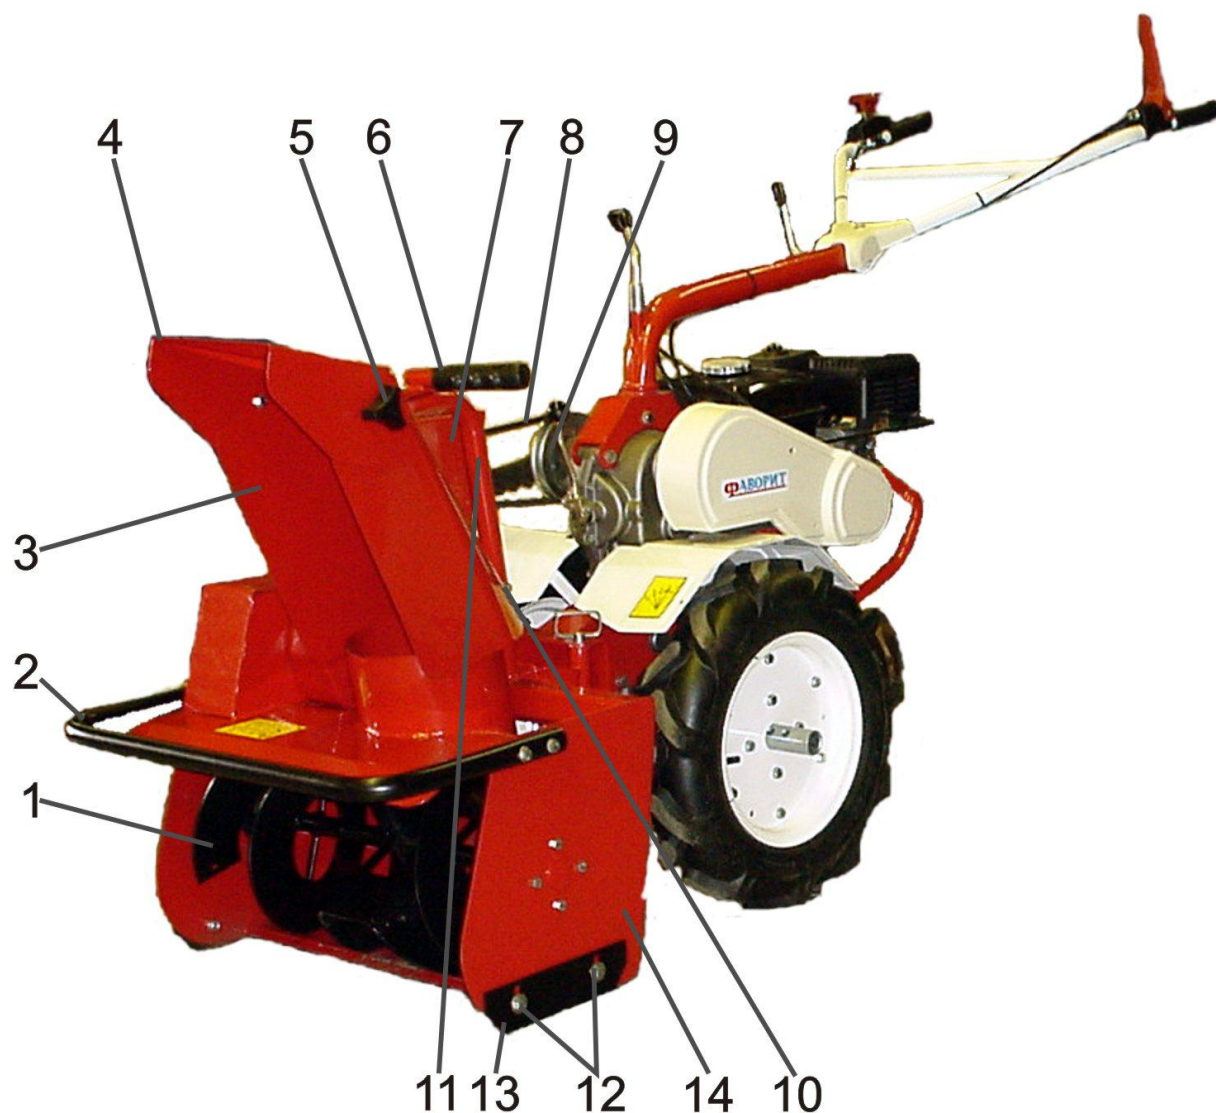
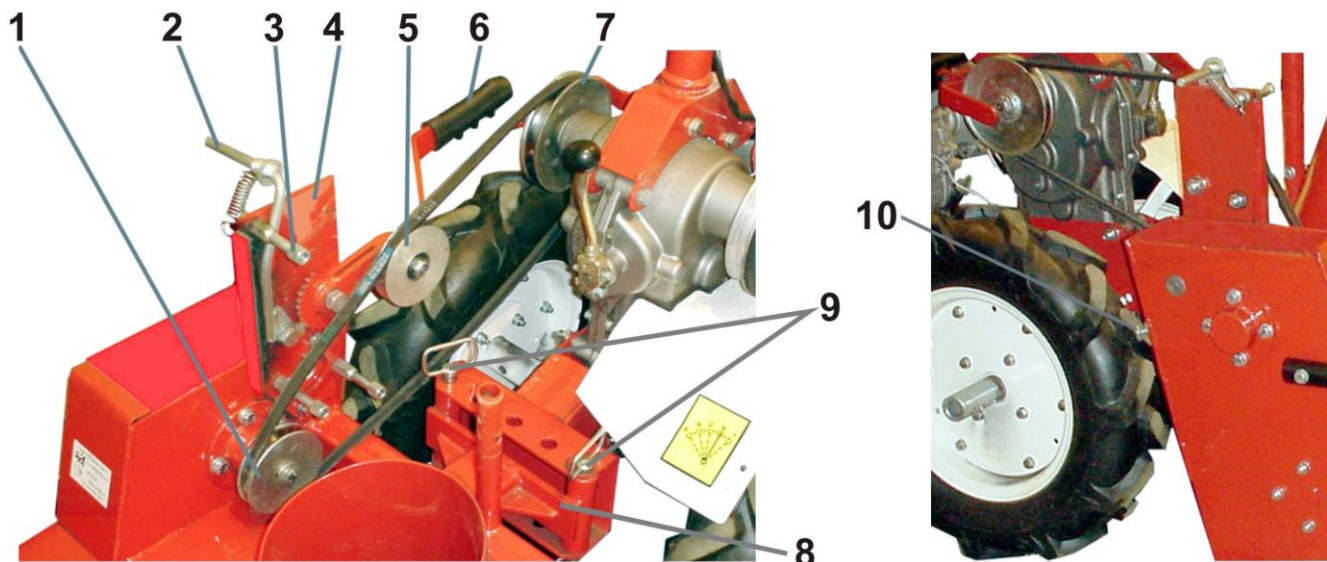
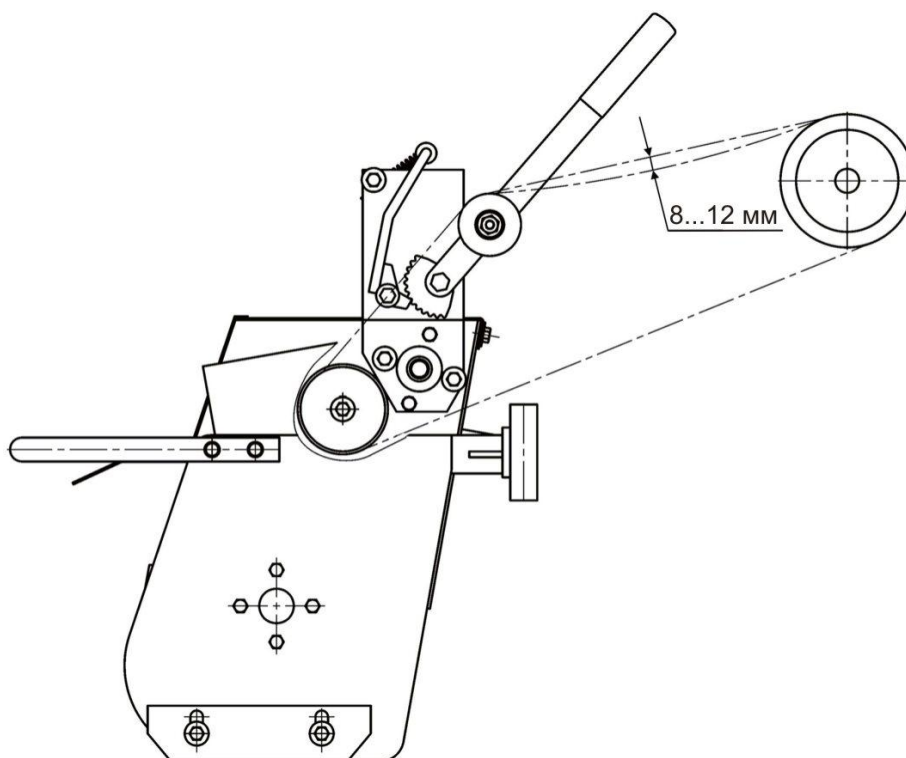
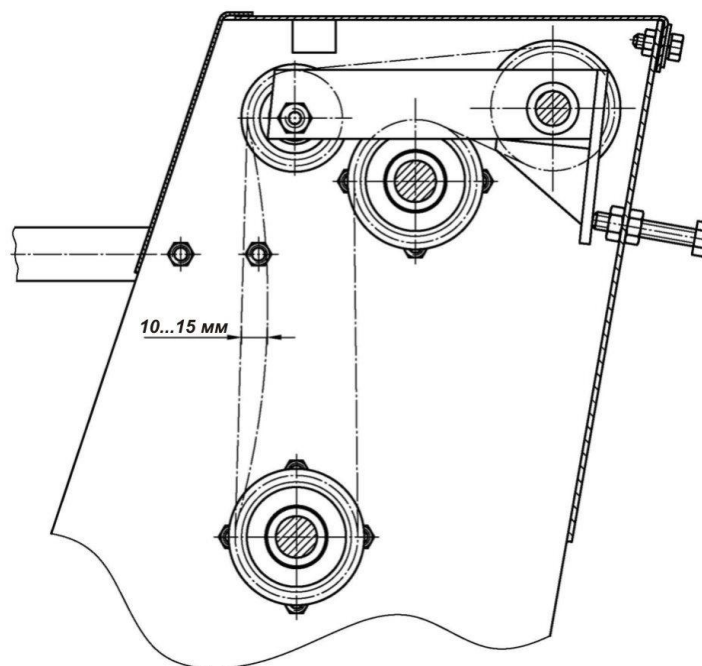

Рис. 1. Снегоуборщик мотоблочный СМ-1.
Рис. 3. Привод снегоуборщика мотоблочного СМ-1
Рис. 4. Схема регулирования натяжения ремня
Рис. 5. Схема регулировки натяжения цепи.
2. Установить экран с козырьком и стойкой, для этого стойку экрана 11 (рис.1) устанавливают на опору, расположенную в зоне прицепного узла на корпусе, и фиксируют болтовым соединением 10 (рис.1);
4. Присоединить снегоуборщик к мотоблоку, вставив сцепку 8 (рис. 3) в прицепную скобу мотоблока и зафиксировать через отверстия двумя шкворнями из комплекта мотоблока, при этом следует обеспечить зазор между ручкой шкворня поз.9 (рис. 3) и приводным ремнем. В процессе работы контролируйте положение ручки шкворня.
6. Установить на стойки 3 (рис. 3) и присоединить болтами кожух 7(рис. 1);
7. Поднять рычаг натяжки ремня 6 (рис. 3) в рабочее положение тем самым обеспечить необходимое натяжение ремня. Прогиб ремня на середине участка ведущей ветви при нажатии от усилия руки должен быть не более 8...12 мм (рис.4). Установить доработанное защитное закрытие шкива на мотоблок.
Через каждые 5 часов необходимо производить регулировку натяжения цепи с помощью регулировочного болта 10 расположенного на корпусе снегоуборщика см. рис. 3. Величина прогиба цепи от усилия нажатия руки должна составлять 10÷15 мм (см. рис. 5).